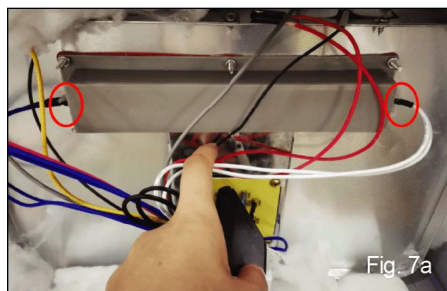

Fig. 7a
10. Sätt tillbaka båda ledningarna och dra åt lådans skruvar. Se bild 7a och 7b.